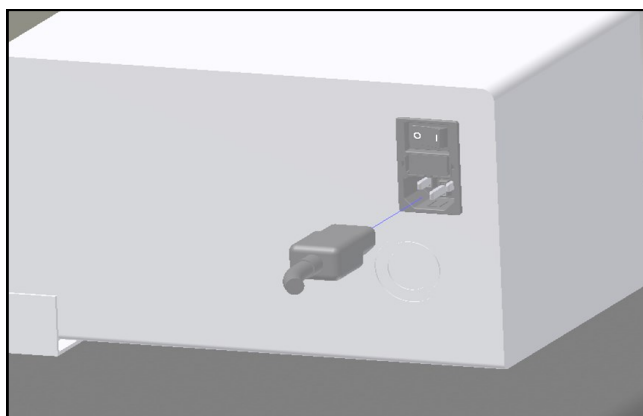

Figure 8-1A. Raccordements électriques ou alimentation électrique.
4. Insérez à l'arrière de la machine l'extrémité femelle du câble électrique fourni, **figure 8-1A.**